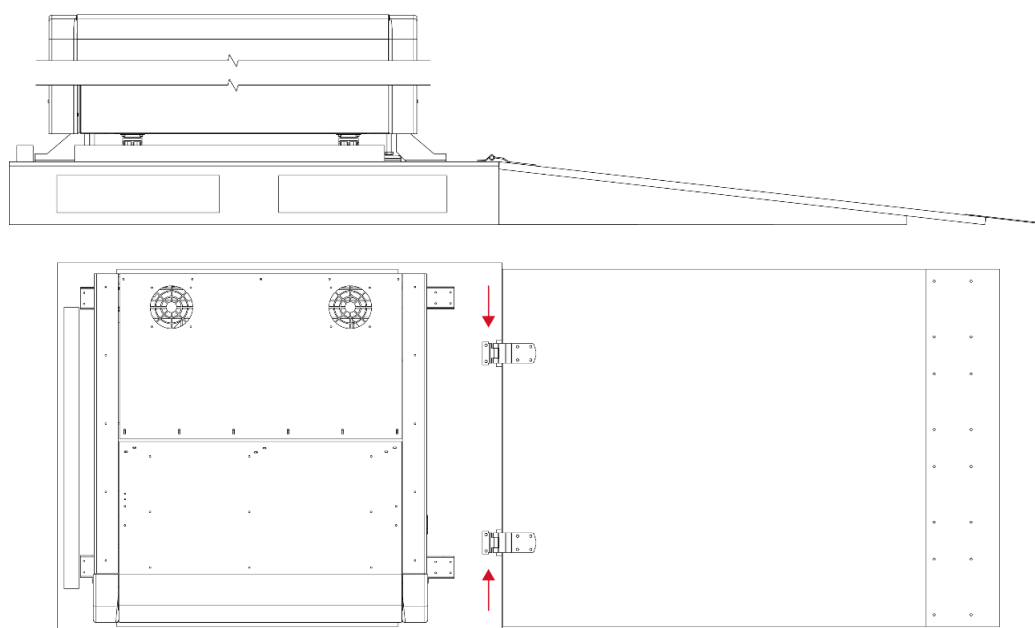

Рис. 5. Крепление рампы к поддону
7. Прикрепить к поддону рампу, сдвинув два штифта в положения (рис. 5)